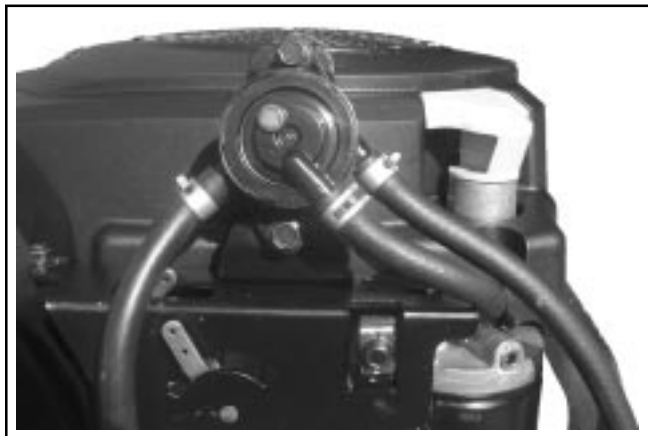

Figure 5-1. Pompe à carburant par impulsions.
Certains moteurs sont équipés, en option, d'une pompe à carburant par impulsions. Voir la Figure 5-1.
2. Connecter les canalisations d'entrée, de sortie et d'impulsions à leurs raccords respectifs sur la pompe. Attacher à l'aide des pinces. Voir la Figure 5-1.